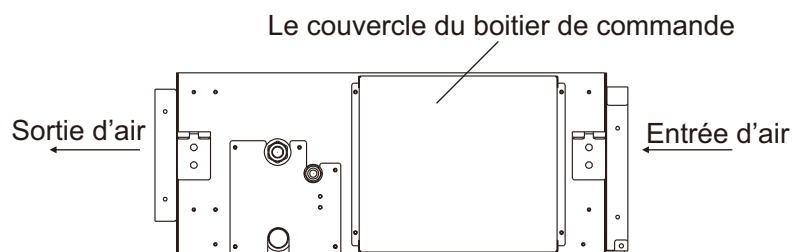

Fig.6.1 Retirer les vis sur le boîtier de commande.
- Lorsque vous serrez le câblage, utilisez le matériau de serrage fourni pour éviter toute pression extérieure sur les connexions de câblage et serrez les câbles fermement comme illustré dans la Fig. 6.1.
- (1) Comme illustré dans la Fig. 6.1, retirez les vis sur le boîtier de commande.
- (2) Connectez le cordon d'alimentation et le fil de mise à la terre à la borne principale.
- (3) Le fil de la télécommande à la boîte à bornes subsidiaire.
- (4) Connectez le câble l'alimentation électrique des unités intérieure et extérieure au terminal principal.
- (5) Attachez le fil dans la boîte de contrôle avec le collier fermement.
- (6) Après avoir terminé le câblage, scellez le trou de câblage avec le matériau d'étanchéité (avec le couvercle) pour empêcher que l'eau condensée et les insectes puissent entrer.